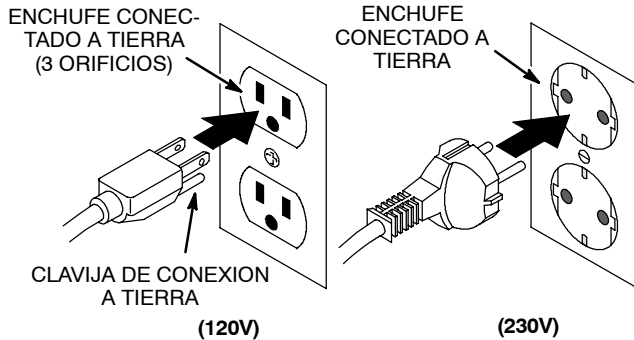

FIG. 18
6. A continuación enchufe el cordón de suministro de electricidad a un tomacorrientes de pared conectado a tierra (Figure 18).